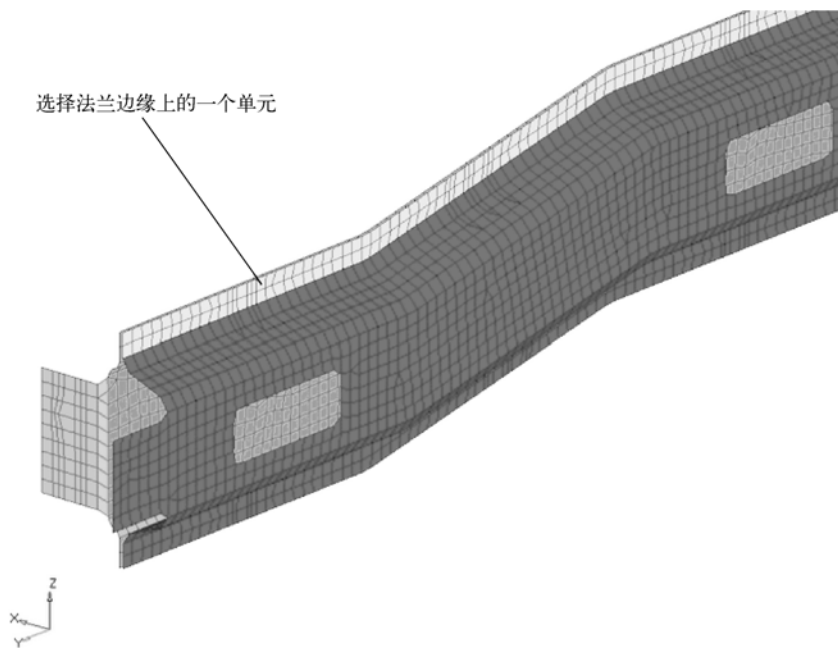

图 6-52 整个翻边的单元为高亮显示
- (1) 在 Model Browser 中设置只显示 component Left_Rail_1 和 Left_Rail_2。
- (2) 放大显示两个翻边区域，查看连接处的单元。
- (3) 在 Model Browser 中右击鼠标，在弹出菜单中选择 Create > Component。
- (4) 将新的 component 命名为 Left_Rail_Adhesive，设置其为当前显示的 component。
- (5) 在 Connector Browser 中的 connector 窗口右击鼠标，弹出菜单中选择 Create > Area。
- (6) 将 location: 设置为 elems。
- (7) 在 component Left_Rail_1 的顶部翻边上选择一片单元，选中单元为高亮显示。
- (8) 单击 elems 选择 by face，整个翻边的单元为高亮显示，如图 6-52 所示。